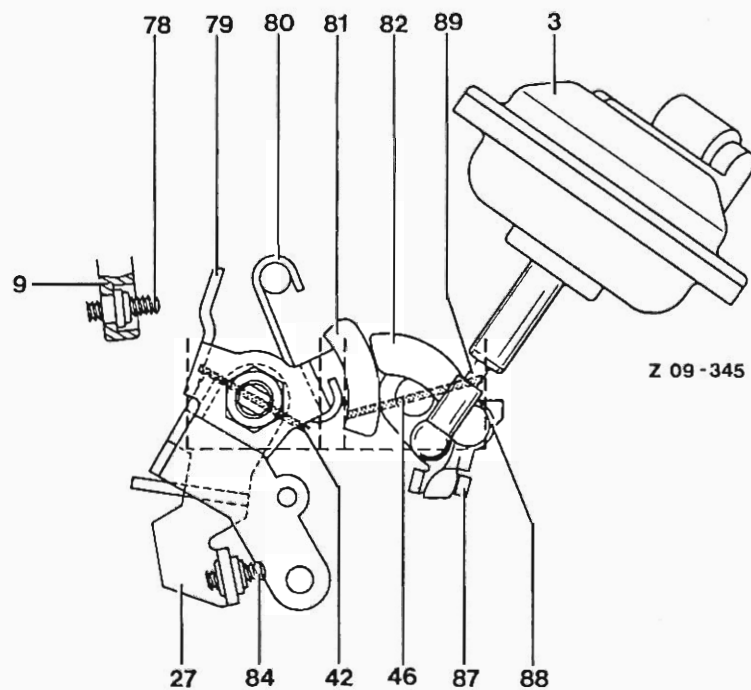

Bild 07.2/26 Drosselklappenbetätigung 1. und 2. Stufe
Die Drosselklappe (46) der 2. Stufe wird abhängig vom Öffnungswinkel der Drosselklappe der 1. Stufe, sowie vom Luftdurchsatz, über die Membrandüse (3) der 2. Stufe mit Unterdruck betätigt (Bild 07.2/26).